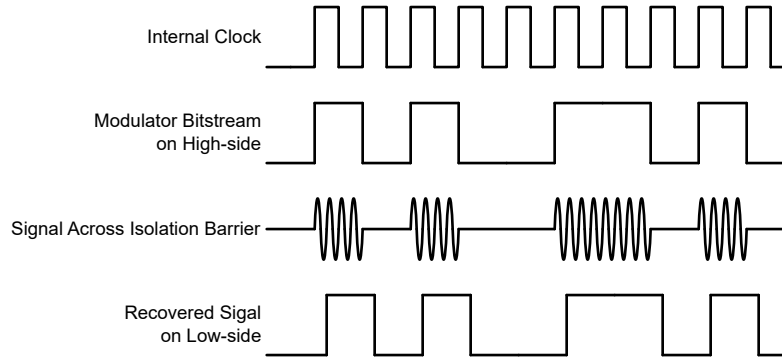

图 6-1. 基于 OOK 的调制方案
AMC0381D-Q1 使用开关键控 (OOK) 调制方案 (如图 6-1 所示)，跨过基于 SiO_2 的隔离栅来传输调制器输出比特流。功能方框图中所示的发送驱动器 (TX) 跨过隔离栅发送一个内部生成的高频载波来表示数字一。而 TX 不发送信号则表示数字零。AMC0381D-Q1 内使用的载波标称频率为 480MHz。